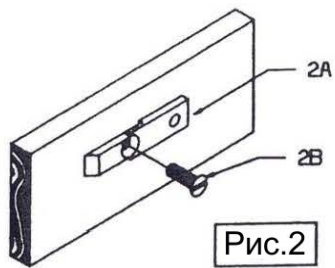

Рис.2
- Закрепите пластину 2A на раме винтом 2B (см. Рисунок 2).